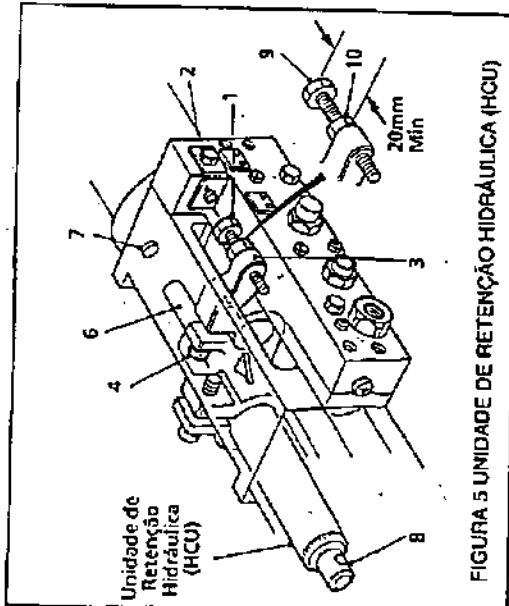

FIGURA 5 UNIDADE DE RETENÇÃO HIDRÁULICA (HCU)
**REGULAÇÃO DA OPERAÇÃO DE PERFURAÇÃO (Ver Figura 5)**
Utilizar (9), Figura 5, para o ajustamento da profundidade final.
Tranque utilizando (10), Figura 5.
A extremidade do macho da rosca TEM de estar pelo menos 14mm acima do bloco de ensaio para permitir o curso da engrenagem de inversão da cabeça do macho da rosca. Regule o espaço entre (2) e (1), Figura 5, de forma a ficar igual à profundidade da abertura de rosca MAIS a distância a que o macho de rosca está acima da peça a ser trabalhada.